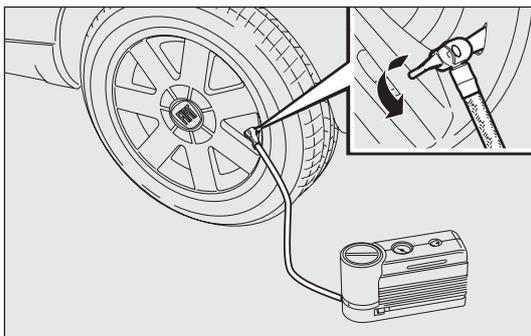
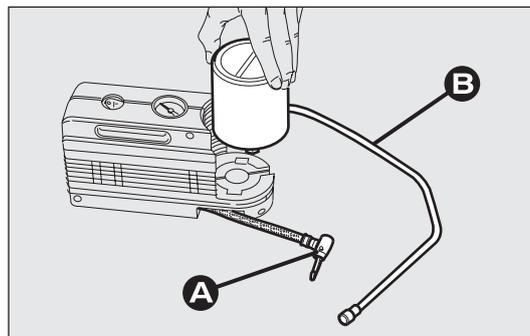

fig. 138
fig. 139
El compresor puede utilizarse incluso si es sólo para restablecer la presión. Desmonte el acoplamiento A-fig. 139 de la botella y conéctelo directamente a la válvula del neumático fig. 138; de este modo, la botella del aerosol no se conectará al compresor y no se inyectará el líquido sellador.
- desconecte el acoplamiento A-fig. 139;